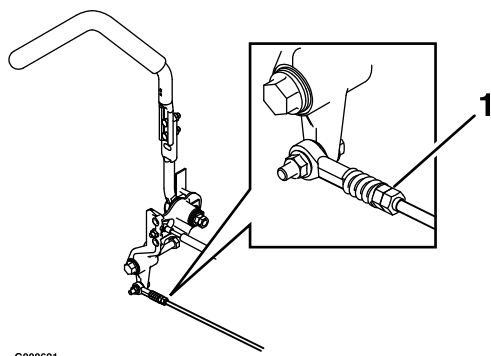

Figura 48
7. Ponga las palancas de control de movimiento en la posición de punto muerto. Ajuste la longitud de las varillas de control de las bombas girando las tuercas dobles de la varilla en el sentido apropiado, hasta que las ruedas se muevan ligeramente en marcha atrás (Figura 48). Mueva las palancas de control de movimiento a la posición de marcha atrás y, aplicando una ligera presión a la palanca,